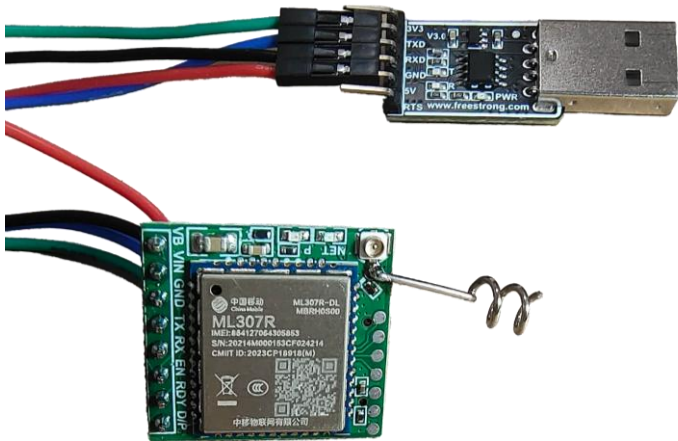

图 1-3 串口通信接线图
4. 核心板通过杜邦线连接到 USB 转 TTL 模块上，测试只需接 VIN、GND、TXD、RXD 即可，USB 转 TTL 另外一端接入电脑；**串口线是交叉连接**，如图 1-3 所示：